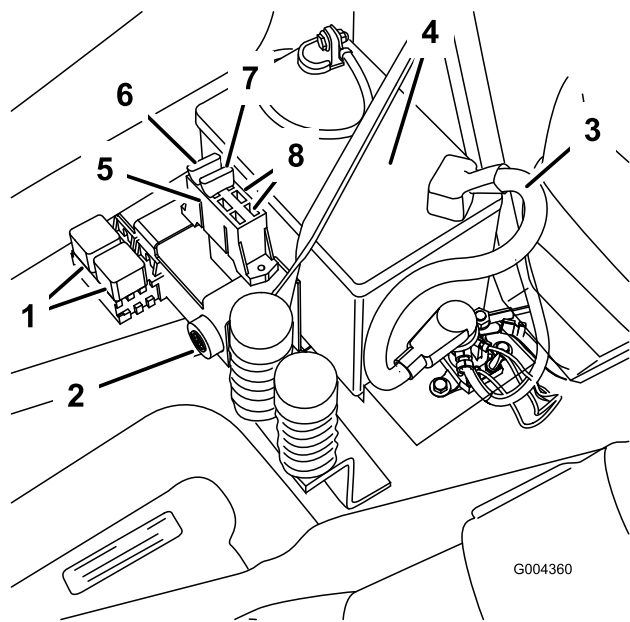

Bild 44
1. Heben Sie den Sitz an, um die Sicherungshalter zugänglich zu machen (Bild 44).
2. Ziehen Sie die Sicherung zum Wechseln heraus (Bild 44).